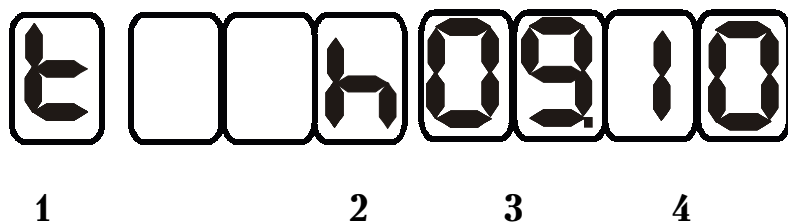

Рис. 17. Вид индикатора в режиме просмотра времени измерения:
6.3.6. Режим просмотра времени и даты измерения. Находясь в рабочем режиме, нажмите кнопку “Режим” пять раз. Прибор перейдет в режим “Просмотра времени и даты измерения”. На индикаторе отобразится надпись (Рис. 17):